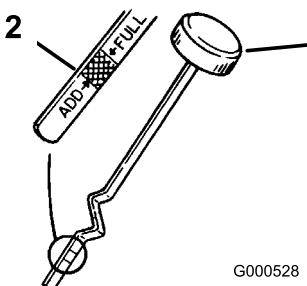

Figura 25
3. Desenrosque la varilla de aceite y límpie el extremo (Figura 25).